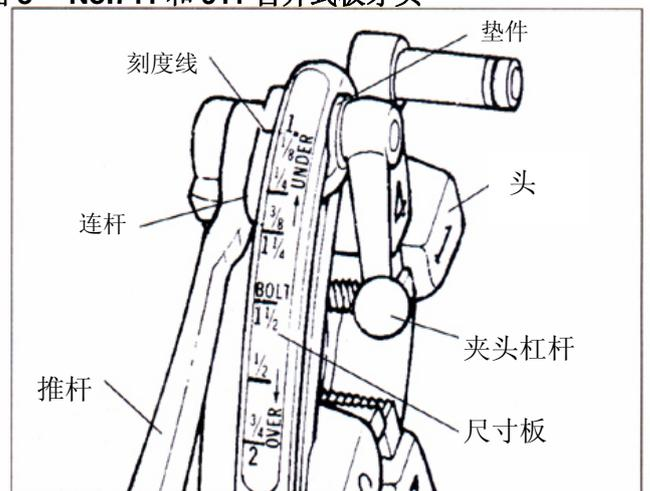

图 9—No.713 和 913 快开式板牙头
- 7a. 快开式板牙头（图 9）—完成套丝后，抬起推杆到打开板牙头的位置，收起板牙头。
攻左螺纹用的 No.713 和 No.913 板牙（图 9）需要三套板牙，可以对 1/4”-2”的管子进行套丝。这三组板牙分别用于以下三组件尺寸：1/4”-3/8”、1/2”-3/4”以及 1”-2”。